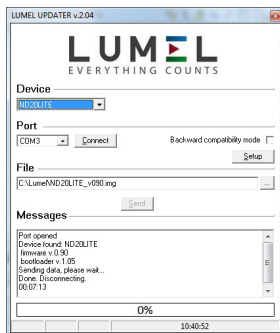

Fig. 10. Vista de las ventanas de programa:
Después de lanzar el programa eCon, establezca en *Opciones*: Puerto serie, velocidad, modo y dirección del medidor requeridos. A continuación, seleccione Medidor ND10 en el menú *Dispositivos* y haga clic en el icono *Leer* para leer todos los parámetros establecidos (necesarios para la recuperación posterior). Después de elegir la opción *Actualización de software* del dispositivo en el menú *Actualización* aparece una ventana *Lumel Updater (LU)* - Fig. 10 b. *Presione Conectar*.